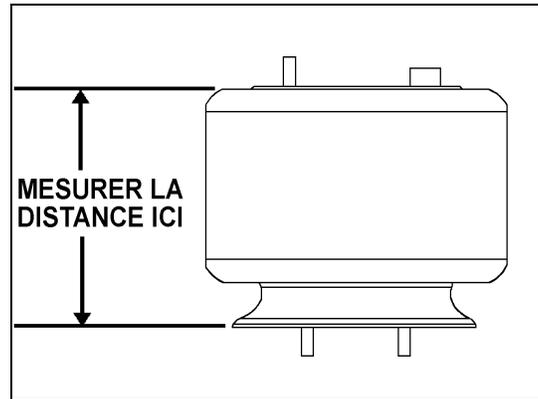

FIGURE 4: MESURE DE LA DISTANCE 16067
11. Lorsque le véhicule a atteint la pression de fonctionnement normale, vérifier la hauteur du châssis du véhicule en mesurant la distance entre les supports des ballons installés sur l'essieu avant, la distance doit être de  $305 \pm 6\text{mm}$  ( $12 \pm 0.25"$ ). Se référer à la figure 4 pour identifier l'emplacement où la mesure doit être prise.
10. Lorsque le véhicule a atteint la pression de fonctionnement normale, vérifier la hauteur du châssis du véhicule en mesurant la distance entre les supports des ballons installés sur l'essieu moteur, la distance doit être de  $292 \pm 6\text{mm}$  ( $11.5 \pm 0.25\text{''}$ ). Se référer à la figure 4 pour identifier l'emplacement où la mesure doit être prise.
10. Lorsque le véhicule a atteint la pression de fonctionnement normale, vérifier la hauteur du châssis du véhicule en mesurant la distance entre les supports des ballons installés sur l'essieu moteur, la distance doit être de  $292 \pm 6\text{mm}$  ( $11.5 \pm 0.25"$ ). Se référer à la figure 4 pour identifier l'emplacement où la mesure doit être prise.